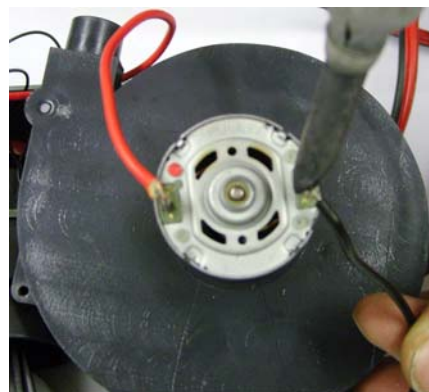

Рис.3
3. Отпаиваем проводники от электрического мотора (рис.3).